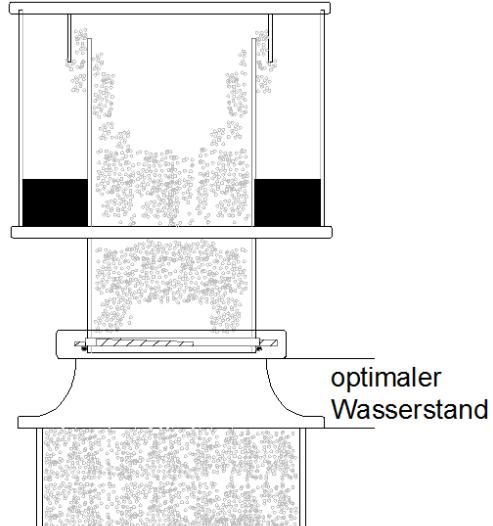

Bild 8
- Mit dem Niveauregler das Schaumbild im Steigrohr so eingestellt, dass die feinen Luftblasen leicht über dem Schaumtopfboden anfangen zu größeren Blasen zu zerplatzen (Bild 8).
- Wird das Notüberlaufrohr nicht verwendet, den Wasserstand im Bereich Oberkante Rohr, unterkante Bajonett einstellen (Bild 8). Das Ansaugrohr kann entfernt werden.